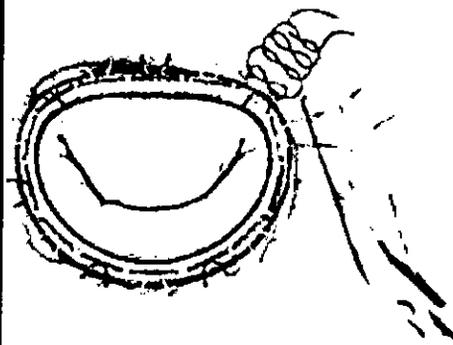

Figura 8
3. Ate todos los nudos alrededor del anillo o banda de forma segura y corte la parte sobrante de los hilos de sutura (Figura 8 y Figura 9).